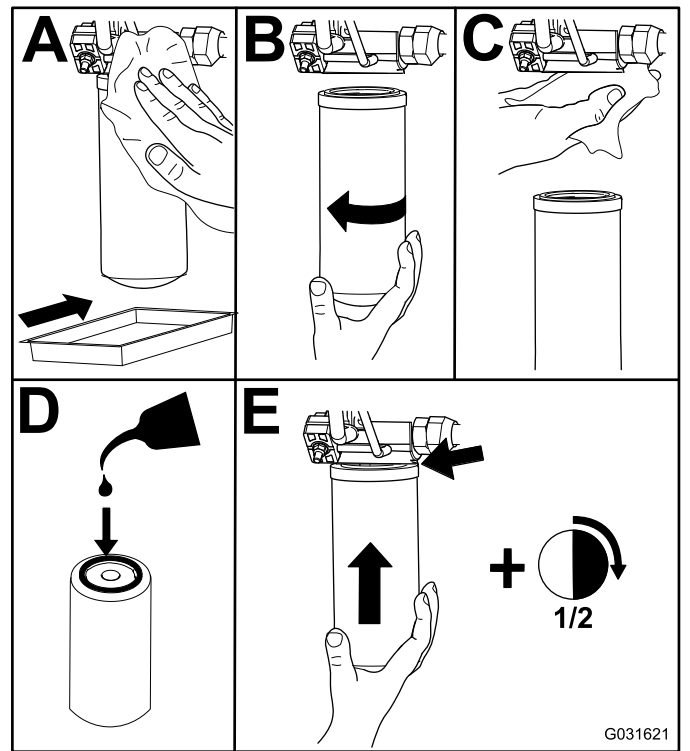

Bild 106
- Tauschen Sie die Hydraulikfilter aus (Bild 106).